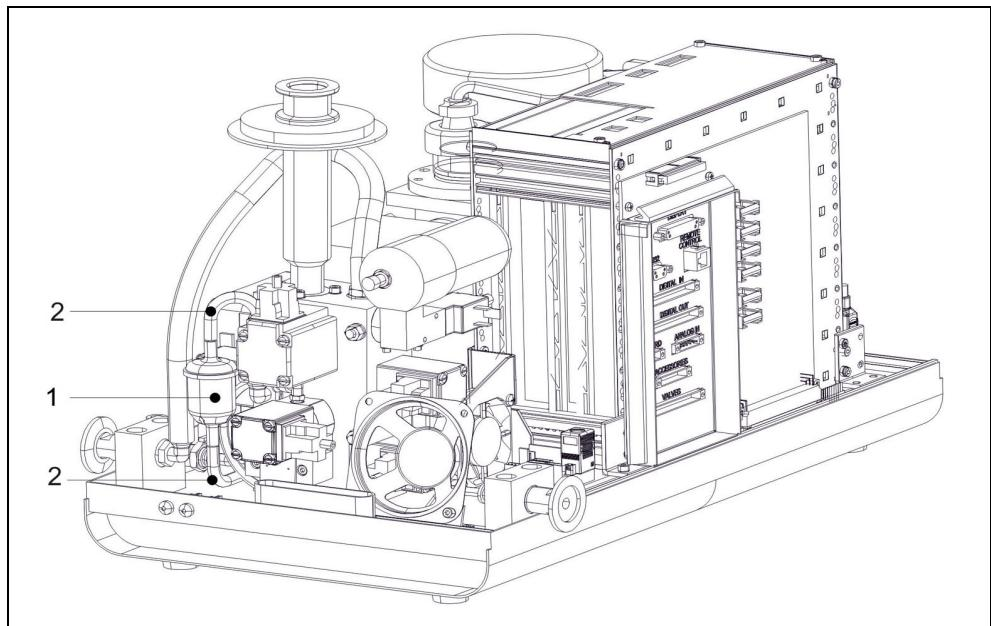

Fig. 7-8 Remplacement du filtre de remise à l'air du Modul1000
- Pour remplacer le filtre de remise à l'air, desserrez et dégarez les flexibles du filtre des coupleurs rapides. Pour retirer le flexible, appuyez sur la bague extérieure des coupleurs rapides. Pour visualiser la position de montage, reportez-vous à la Fig. 7-8 ci-dessous.